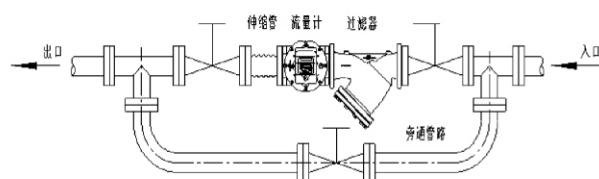

图6水平安装
- b) 水平安装(见图6): 水平安装时, 流量计进出口端轴线应不低于管道轴线, 以防止气体中的杂质滞留在流量计内, 影响正常运转。同时应使流量计法兰与过滤器法兰直接对接。